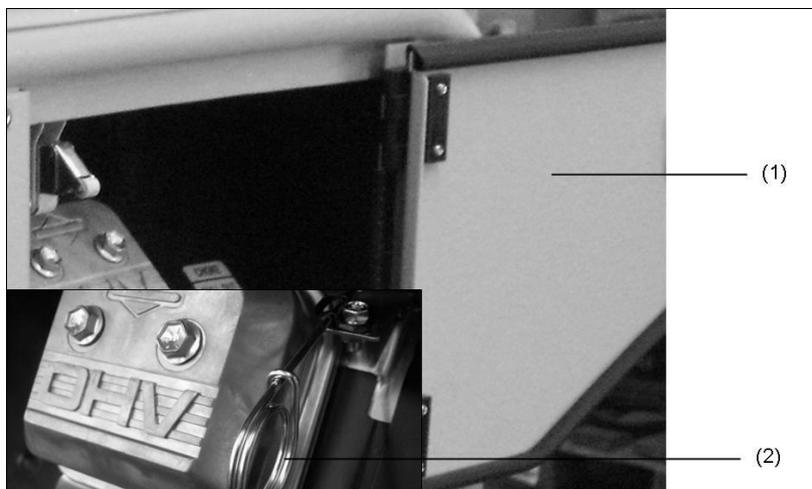

Abb. 4-1: Hand-Choke ziehen
1. Klappe-Seite (siehe Abb. 4-1-(2)) öffnen.
2. Hand-Choke (Abb. 4-1-(2)) ziehen (bei kaltem Motor ganz / bei warmen Motor entsprechend weniger) und festhalten.
4. Den Choke (*Abb. 4-1-(1)*) wieder in Grundstellung bringen.
1. Klappe-Seite (*Abb. 4-1-(1)*) öffnen.